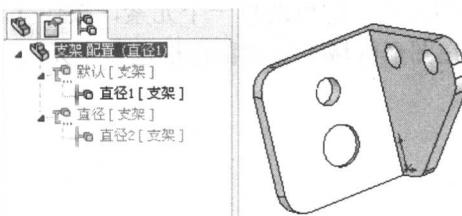
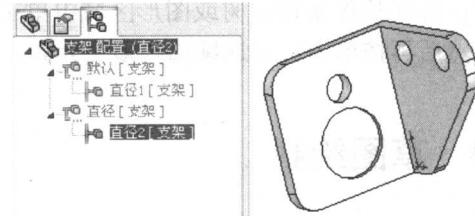

图 1-13 默认配置的零件
图 1-14 “直径 2” 配置下的零件
(3) 配置管理器。配置管理器是对零件进行系列化设计的工具，如图 1-13、图 1-14 所示，选择不同的配置时，将显示不同的零件。